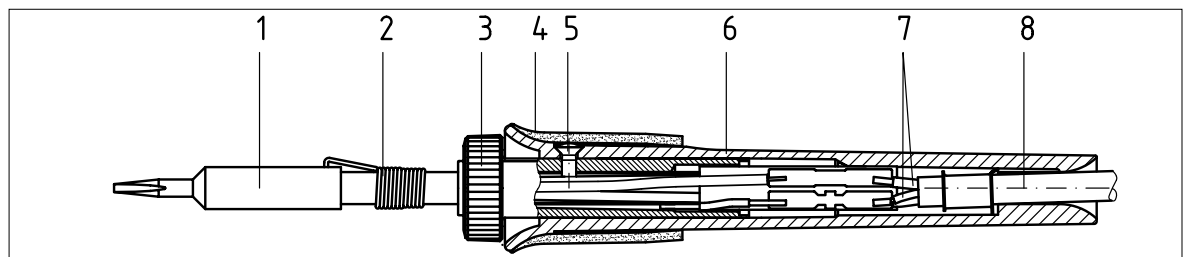

Abbildung 22
- Abgekühlte Spitze (Pos. 1/Abb. 22) und Spitzenbefestigung (Pos. 2/Abb. 22) vom Heizkörper abziehen. Griffpolster (Pos. 4/Abb. 22) abziehen.
- Griffbefestigungsschraube (Pos. 5/Abb. 22) herausdrehen.
- Griff (Pos. 6/Abb. 22) abziehen.
- Lötverbindung zwischen Heizkörper (Pos. 3/Abb. 22) und Anschlussdrähten (Pos. 7/Abb. 22) lösen.
- Heizkörper (Pos. 3/Abb. 22) bzw. Anschlussleitung (Pos. 8/Abb. 22) wechseln.